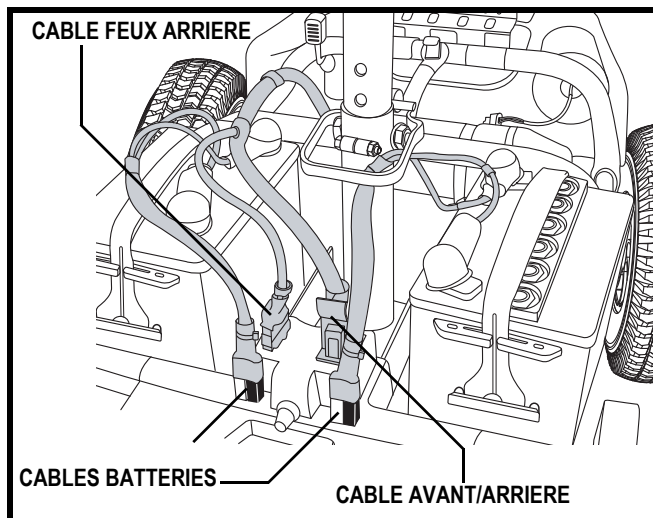

Figure 22. Connexions des câbles
6. Débranchez les deux câbles de batteries. Tirez droit vers le haut. Voir la figure 22.
6. Branchez les câbles des feux, batteries et avant/arrière. Voir la figure 22.